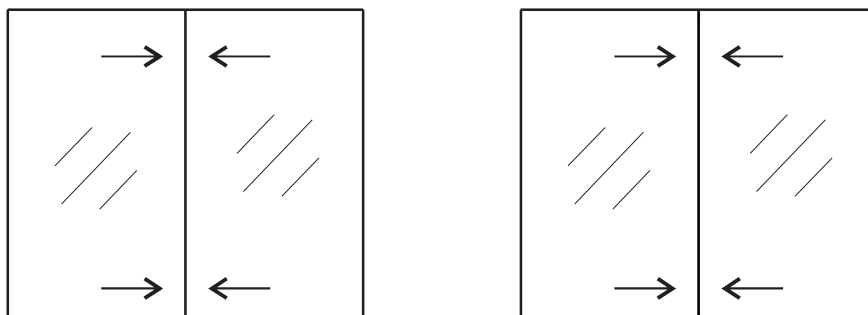
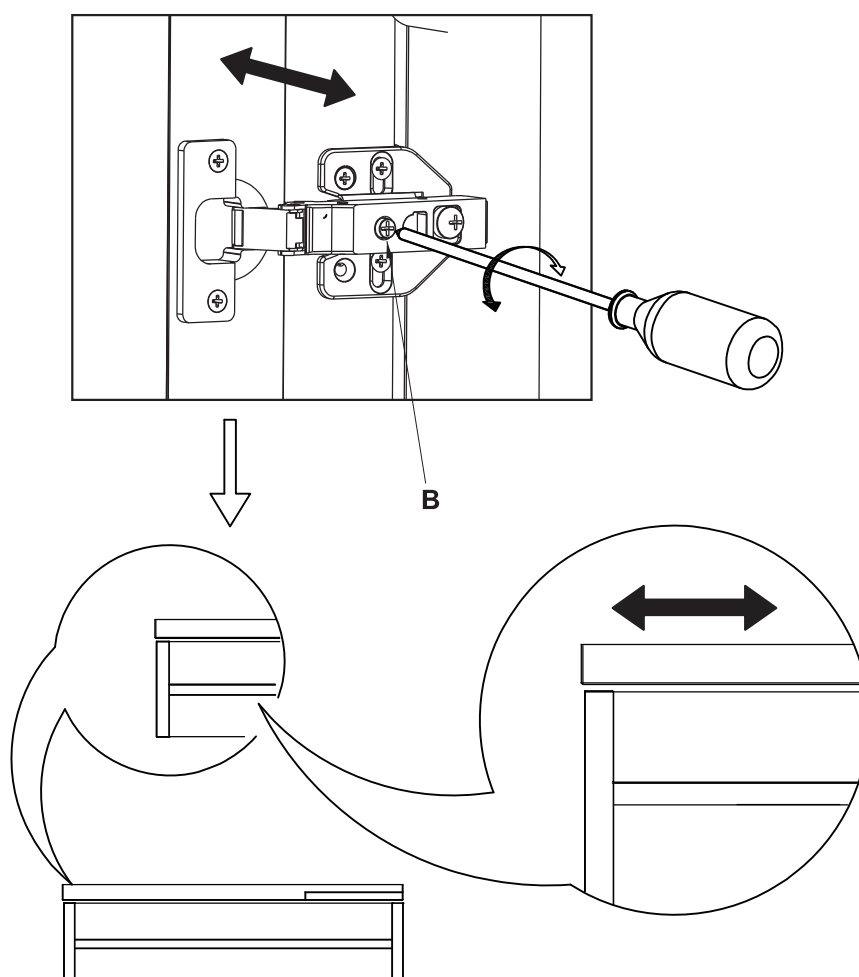

Fig. 6
Fig. 7
3.1 Fissare l'armadietto a specchio e verificare che la porta dello specchio sia in piano; in caso contrario (come mostrato nella Fig. 6), regolare la distanza dell'apertura della porta agendo sulla vite della cerniera (B) e mantenere entrambe le porte in piano (Fig. 7).